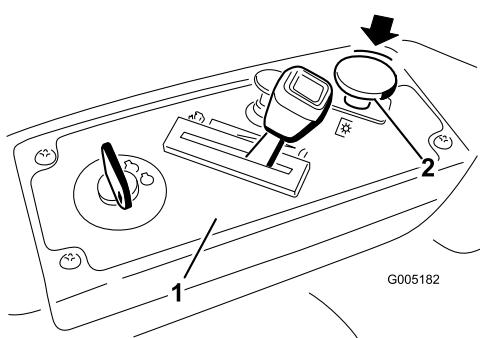

Figura 8
1. Disinserite le lame spostando il comando delle lame in posizione Off (Figura 8).